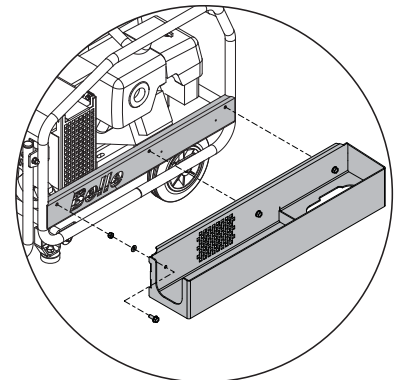

Abb. 5
1. Richten Sie die 3 Löcher auf der Seite des Werkzeugträgers auf die 3 Löcher links auf dem Seitenschutz aus. Befestigen Sie den Werkzeugträger mithilfe der im Bausatz bereitgestellten 3 M8-Schrauben, Muttern und Unterlegscheiben. Mit 28 Nm festziehen (*siehe Abb. 5*)